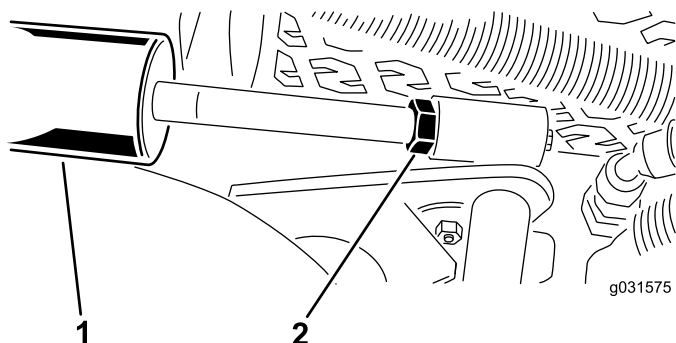

Bild 16
- A. Senken Sie die Mähwerke ab und drehen Sie die Klemmmutter am Zylinder heraus (Bild 16).